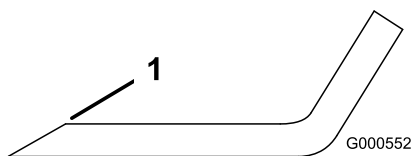

Figura 78
1. Affilate i taglienti da entrambe le estremità della lama con una lima (Figura 78).
Nota: Se la lama non è bilanciata, limate del metallo soltanto dalla costa (Figura 78).